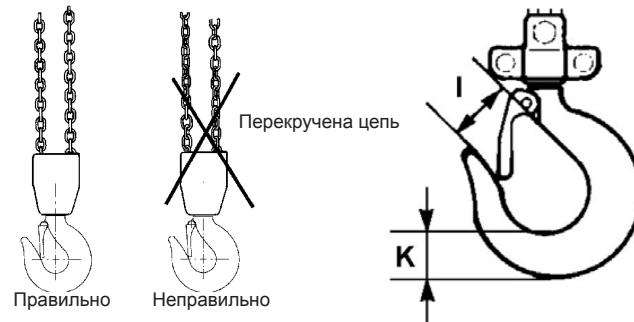

Рис. 3 Цепь не должна быть перекручена
- Грузоподъёмная цепь не должна быть перекручена или перевернута. В многоходовых талях велика вероятность скручивания цепи, образования изломов и иных деформаций. См. Рис. 3.